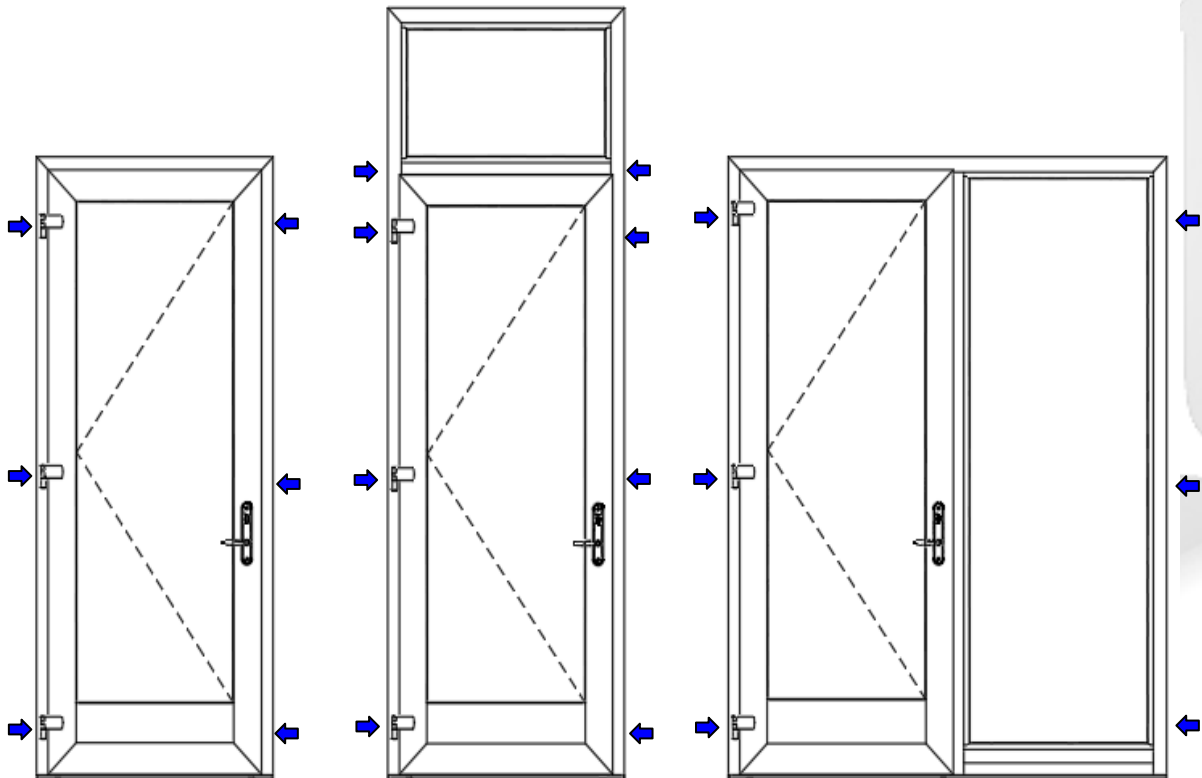

Figura 10: Ubicación de los calzos de la jamba
B) En la *figura 10* se ilustra la ubicación de todos los calzos de jamba necesarios. Se colocan en todos los puntos de bisagra y barras intermedias horizontales. El sistema de marco debe estar a escuadra/plomo y libre de cualquier torsión. Es responsabilidad de los instaladores resolver cualquier problema de apertura en la pared que afecte a la correcta instalación.
- I) Instale los calzos en los lugares de la jamba indicados en la figura 10. Los calzos son necesarios para instalar correctamente la puerta y evitar la deformación o torsión del marco. Si no se instalan los calzos como es debido, se anulará la garantía.